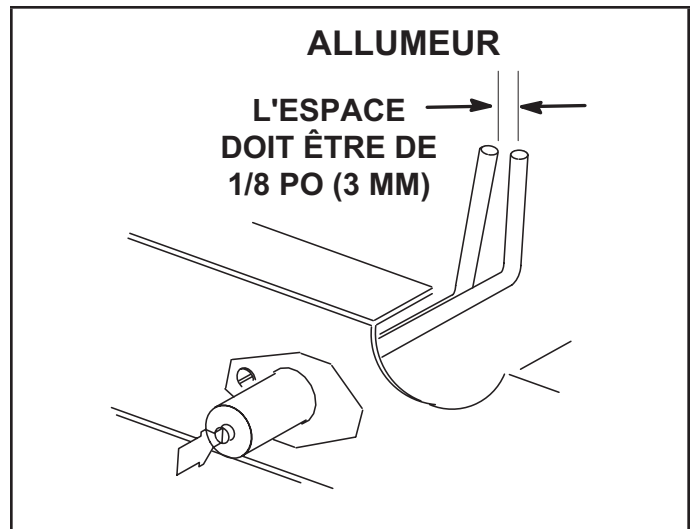

FIGURE 40
- 4 - Localisez l'allumeur sous les brûleurs de gauche. Vérifiez l'écartement des contacts à l'aide de mèches hélicoïdales ou de jauges d'épaisseur de la taille appropriée. Reportez-vous à la FIGURE 40.